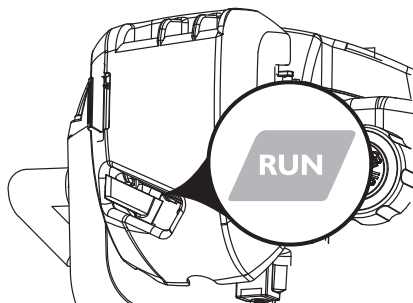

Fig. 17
3. Mettez le levier de starter en position "RUN". [Fig. 17]